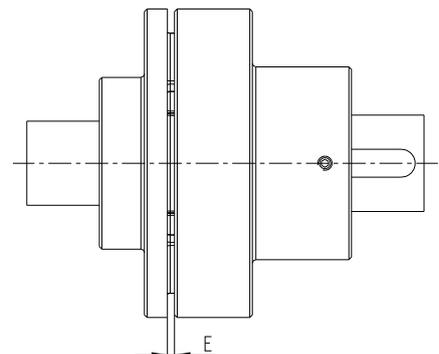

Figura 11: montaje del acoplamiento
- Desplace los elementos de transmisión axialmente hasta alcanzar la medida E (ver figura 11).
- Si el equipo motor está ya firmemente montado, el movimiento axial de la sección de levas y portadora en los ejes permitiendo así el ajuste de la dimensión E (ver figura 11)